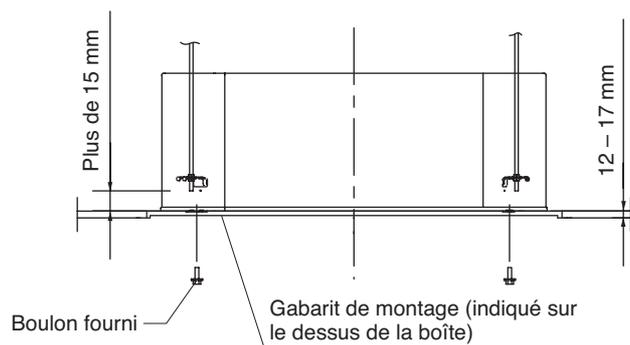

Fig. 3-4
- (1) Si vous encastrez l'unité à l'intérieur du plafond, déterminez l'écartement des tiges filetées à l'aide du gabarit de montage fourni. (Fig. 3-4)
- (2) Vous devez prévoir des tiges filetées dont la longueur convient à une distance d'au moins 15 mm entre le dessous du boulon et la partie inférieure de l'unité, comme illustré sur la figure 3-4.